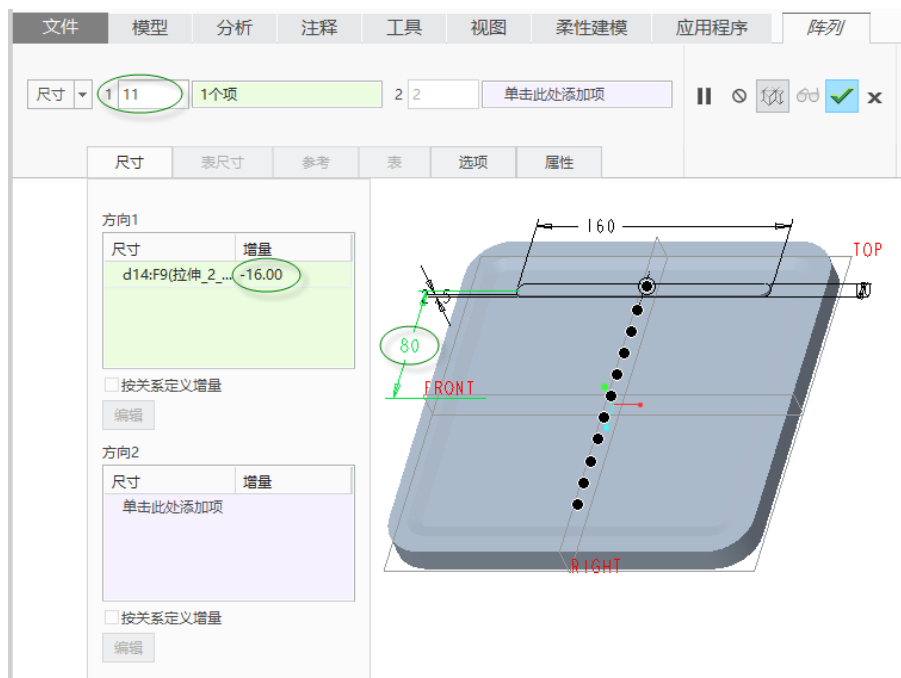

图 5-113 设置尺寸阵列的参数
(1) 选中刚创建的拉伸伸出项特征，单击 (阵列) 按钮，打开“阵列”选项卡。
(2) 阵列类型选项为“尺寸”，单击数值为 80 (表示到 FRONT 基准平面的距离) 的尺寸作为定义方向 1 尺寸增量的一个参考，并设置其增量为“-16”，接着设置方向 1 的阵列成员数为“11”，如图 5-113 所示。